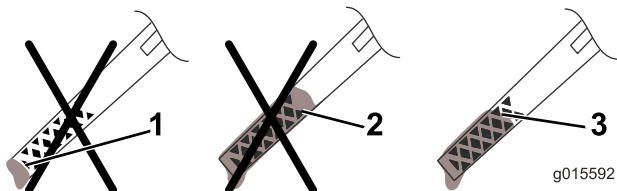

Рисунок 30
13. Выньте щуп для замера уровня масла и проверьте уровень масла по щупу (Рисунок 30).